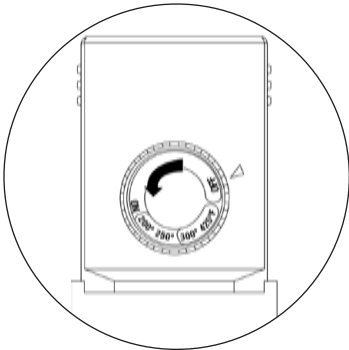

Ilustración 1
1. Verifique que la perilla del controlador se ha girado completamente a la posición "OFF" (ilustración 1).